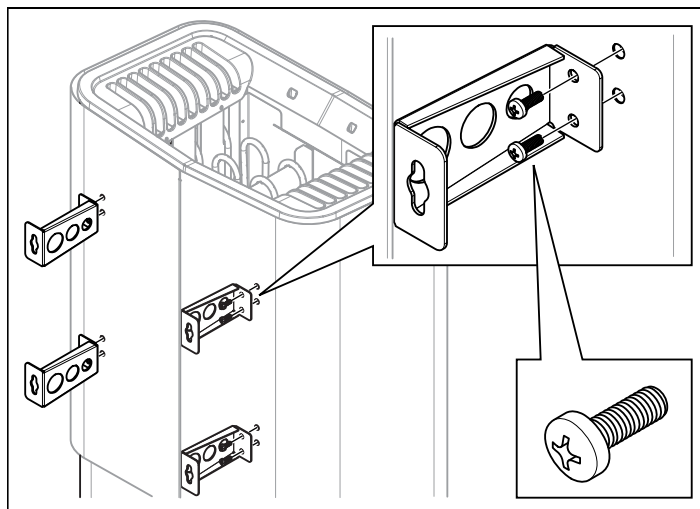

Figure 11 : Fixation des supports au poêle
6. Dévissez les deux premières vis au dos du poêle et vissez l'un des quatre supports en place. Répétez la procédure avec tous les supports (voir figure 11).